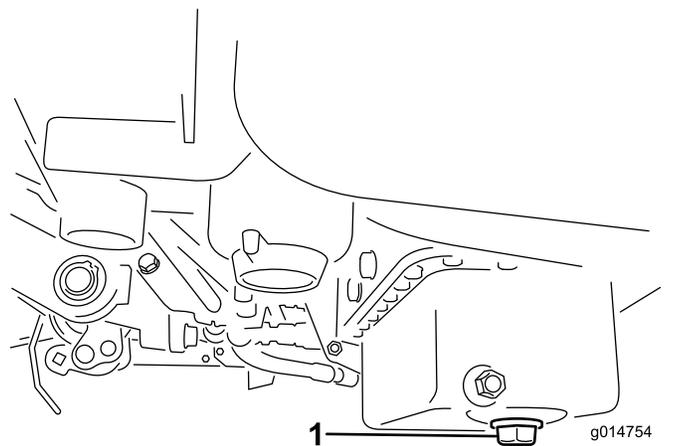

Figure 36
1. Retirez le bouchon de vidange et laissez couler l'huile dans un bac de vidange. Remettez le bouchon quand la vidange est terminée (Figure 36).